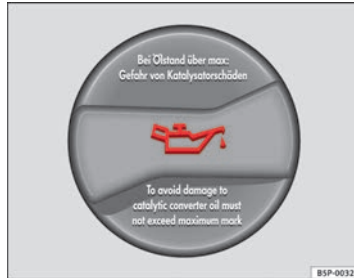

Abb. 163 Deckel der Motoröl-Einfüllöffnung im Motorraum
- Schrauben Sie den Deckel der Motoröl-Einfüllöffnung ab ⇒ Abb. 163.